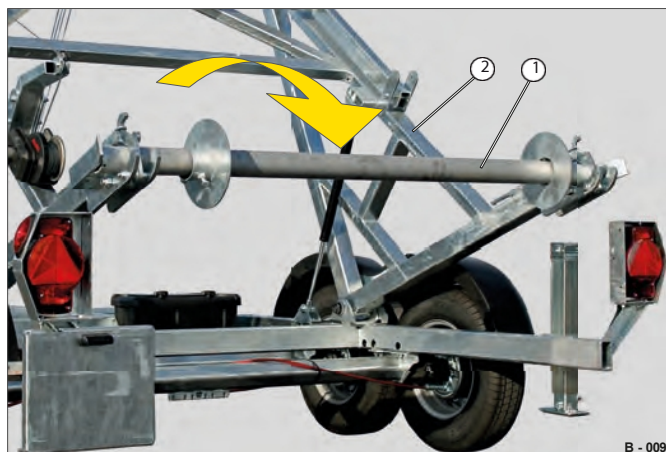

Fig. 1 Trumramen lutad bakåt
- Luta trumramen (bild 1/2) bakåt.